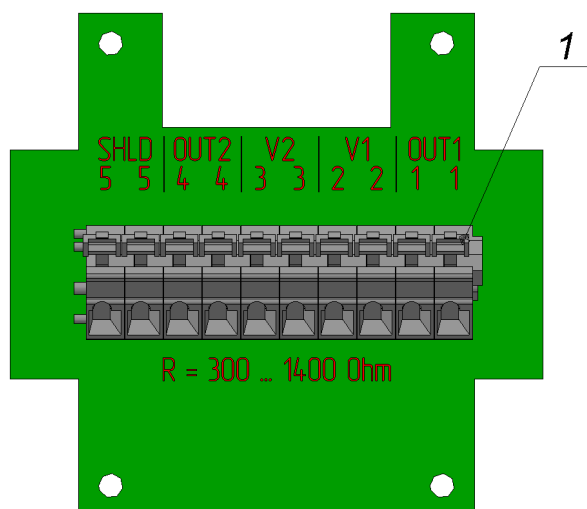

Рис. 2.6. Печатная плата с клеммами (1 — клеммы для подключения тензорезисторов и резисторов)
Выводы резистивных элементов закрепляются в зажимных клеммах (п. 1 рис. 2.6), которые расположены на печатной плате (рис. 2.6) внутри клеммной коробки (п. 2 рис. 2.5). Для доступа к клеммам необходимо открыть крышку клеммной коробки. Клеммы обозначены номерами и надписями: «OUT1 (1)», «OUT2 (4)» (выводы измерительной диагонали моста), «V1 (2)», «V2 (3)» (выводы диагонали питания), «SHLD (5)» (экран кабеля).